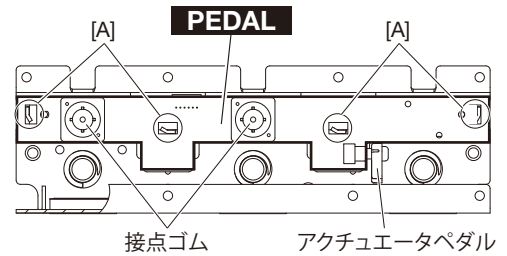

図 18
3. [80A]のネジ 3 本外して、ペダルガイド 3 個を外します。(図 18)
4. [80B]のネジ 3 本外して、ペダル 3 個を外します。(図 18)
5. PEDAL シートを止めている[A]のフレーム折り曲げ部 4ヶ所をペンチ等で真直ぐに戻し、PEDAL シートを外します。(図 18)
6. PEDAL シートから接点ゴム 2 個を外します。(図 18)